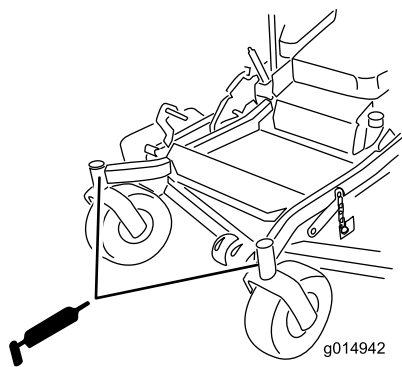

Bild 34
7. Ziehen Sie die Schmierpresse aus der Öffnung. Drehen Sie die Sechskantschraube und Staubkappe wieder ein (Bild 34).